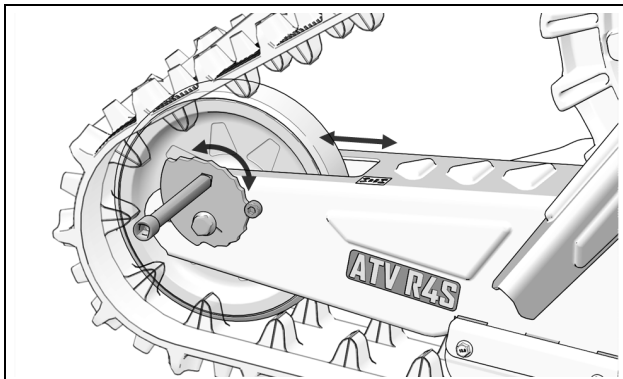

Figure 26
- Tourner la came et ajuster la tension le plus près de la tension recommandée. Figure 26.